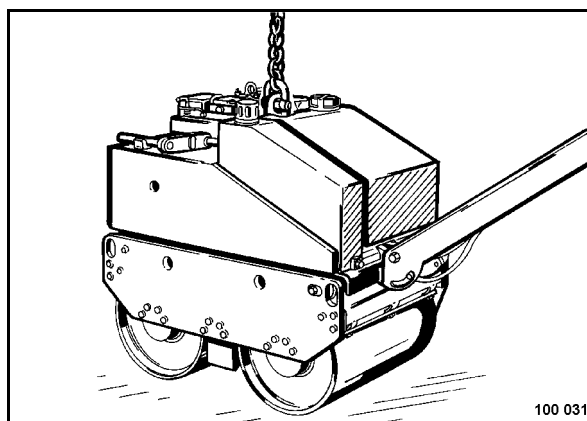

рис. 42
- Для погрузки катка с помощью такелажного приспособления вставить крюк в проушину центрального подвеса (рис. 42).